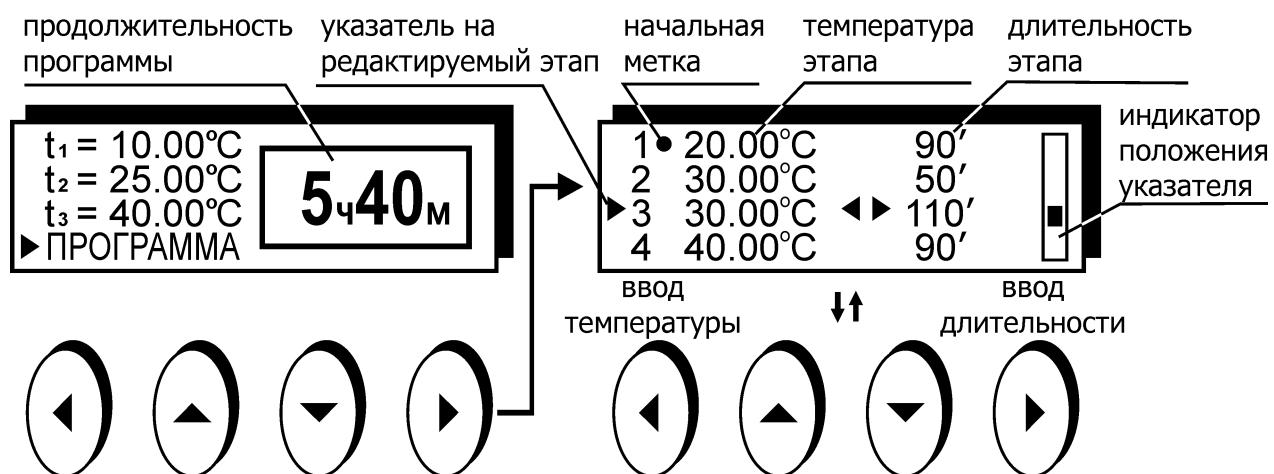

Рисунок 20 — Редактирование программы
- кнопками (\blacktriangleup) и (\blacktriangledown) установить номер стартового этапа, он будет отмечен меткой ● в редакторе программы (рисунок 20);